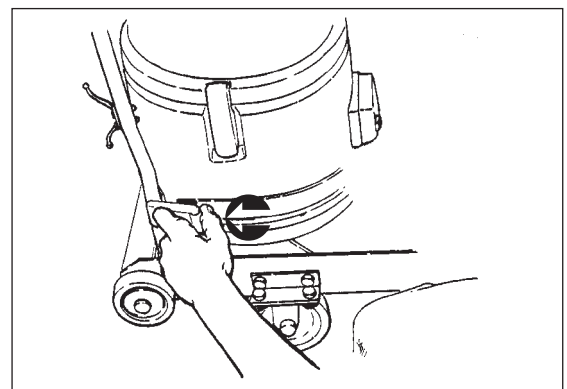

Figura 4
7. Desconecte las tiras de aspiración rebatiendo el seguro móvil. La tira de la aspiradora se retraerá y se podrá retirar la aspiradora levantándola fuera del bastidor del camión. (Consulte la Figura 4)